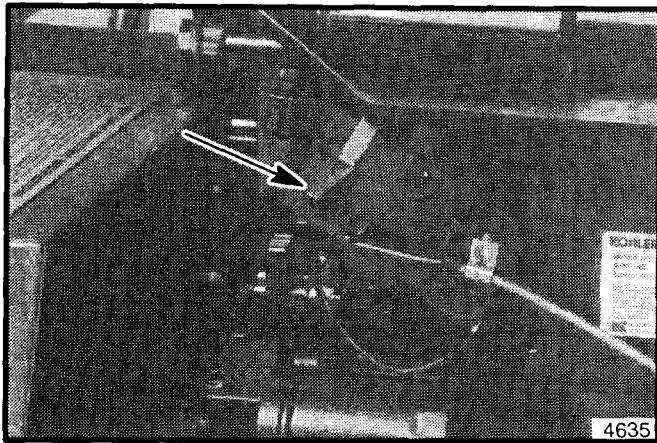

Figura 3. Starter
4. Usare lo starter se necessario per avviare il motore a freddo. Il comando dello starter è posto sulla parte anteriore del motore (vedere figura 3).